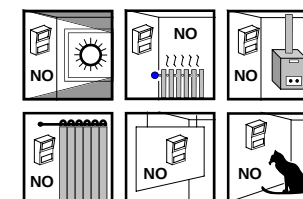

Fig. 3
- Onde evitare falsi allarmi, non installare il Telelink VP-7N nelle condizioni riportate in Fig. 3.